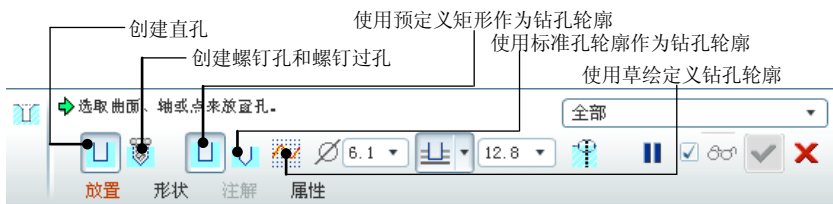
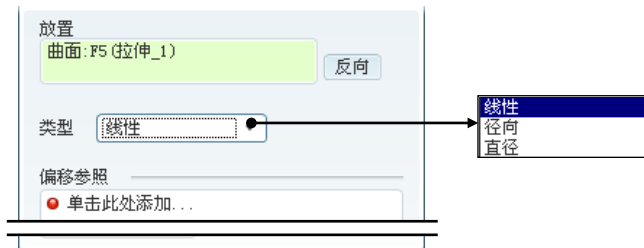
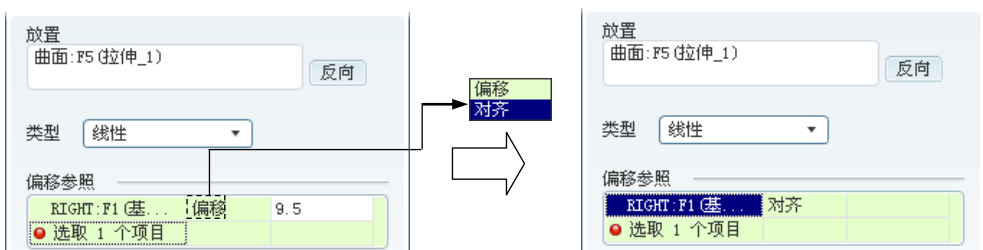
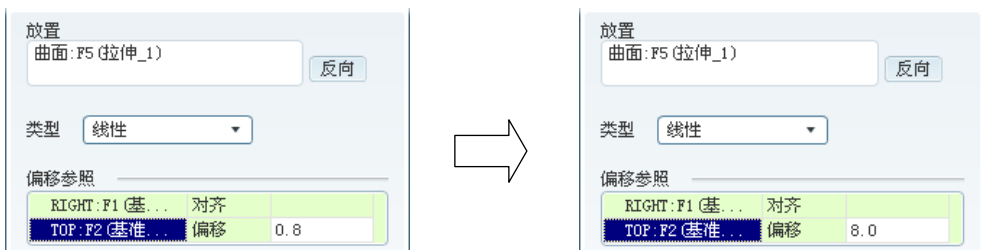

图 5.14.2 孔特征操控板
图 5.14.4 “放置”界面
图 5.14.5 定义第一线性参照
图 5.14.6 定义第二线性参照
Step2. 选取孔的类型。完成上步操作后，系统弹出孔特征操控板。本例是添加直孔，由于直孔为系统默认，这一步可省略。如果创建标准孔或草绘孔，可单击创建标准孔的按钮 ，或“草绘定义钻孔轮廓”按钮 ，如图 5.14.2 所示。
(2) 定义孔放置的方向。单击图 5.14.2 所示的操控板中的 **放置** 按钮，系统弹出图 5.14.4 所示的界面，单击该界面中的 **反向** 按钮，可改变孔的放置方向（即孔放置在放置参照的那一边）。本例采用系统默认的方向，即孔在实体这一侧。
(4) 定义偏移参照及定位尺寸。单击图 5.14.4 中的 **偏移参照** 下的“单击此处添加...”字符，然后选取 **RIGHT** 基准平面为第一线性参照，将距离设置为**对齐**如图 5.14.5 所示；按住 **Ctrl** 键，可选取第二个参照平面 **TOP** 基准平面，在后面的“偏移”文本框中输入到第二线性参照的距离值 8.0，再按回车键，如图 5.14.6 所示。